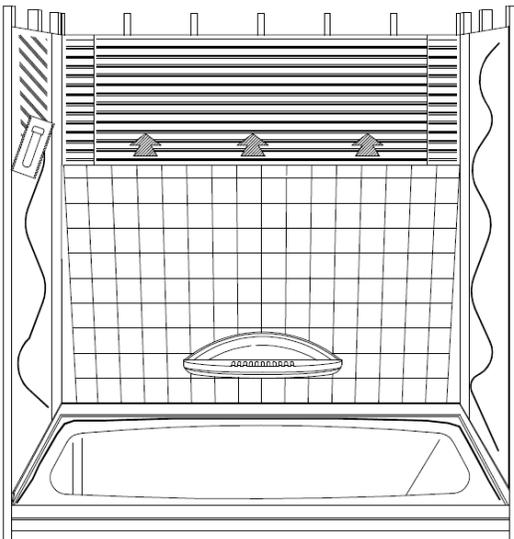

FIGURE 3
6. Refaites le même procédé pour le(s) panneau(x) de côté (Fig. 3 + 4).
6. *Proceed in the same way for the side panel(s) (Fig. 3 + 4).*